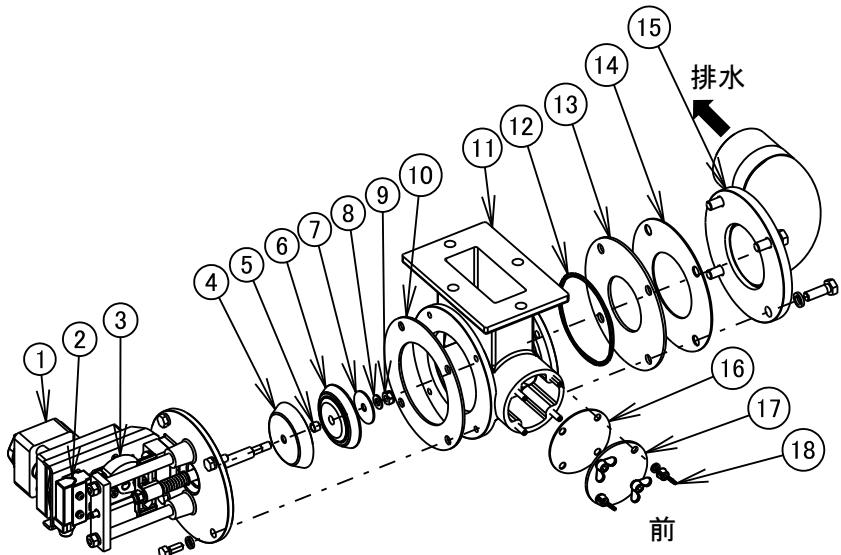

図8-14
排水弁(図8-14)
4) 排水弁補助弁の交換(図8-14)
- ・ ①モータと②リミットスイッチのケーブルコネクタを外します。①モータアース線を外します。
- ・ ボルト(M8)を緩めて①～⑩一体品を取り外します。
- ・ ⑩Uナット(M8)を緩めて⑤～⑧弁部をシャフトから取り外します。
- ・ ⑥排水弁補助弁の中央にはまっている⑤排水弁スペーサを取り外し新しい⑥排水弁補助弁に取り付けます。
- ・ ⑤～⑧弁部をシャフトに逆の手順で組み付けます。
- ・ ①～⑩一体品をボルト(M8)で組み付けます。
- ・ ①モータと②リミットスイッチのケーブルコネクタ及び、①モータアース線を元の通に接続します。
- ・ ③排水弁マイクロカムの回転方向と排水弁の動作確認を行うこと。